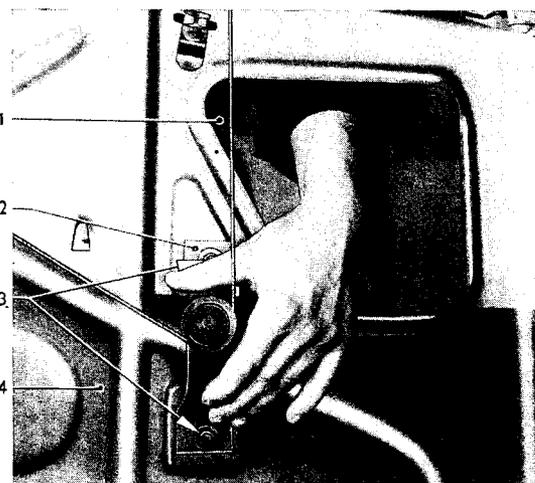

Bild 107 - Halter der unteren Seilführungsrolle verstellen
7. Seil des Kurbelantriebes auf Vorspannung prüfen. Seil darf weder zu fest noch zu locker gespannt sein. Wenn erforderlich, Seil durch Verstellen des Rollenhalters (107/2) nochmals nachspannen (Bild 107).